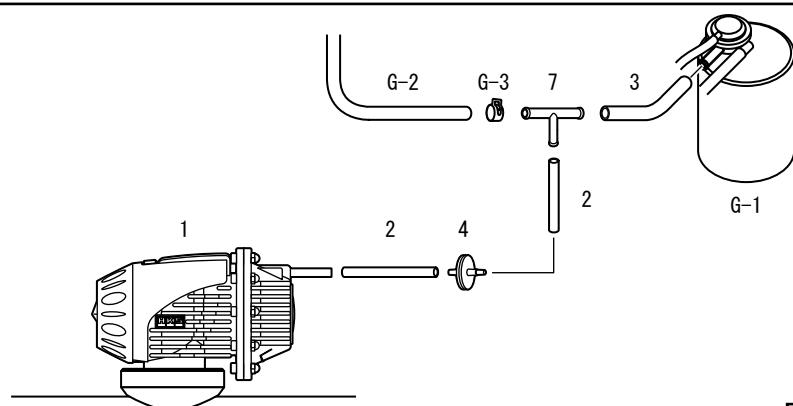
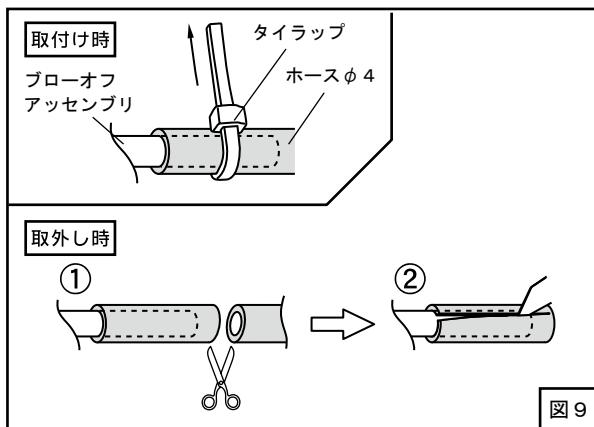

図 8
図 9
(6) キットパーツを使用してブローオフバルブ作動用の配管を行ってください。キットパーツのホース ϕ 6・ホース ϕ 4 は適当な長さに（ある程度余裕を持たせて）切って使用してください。 (図 8)
(図 8、図 9)
ブローオフアッセンブリを取り外す時など、ホース ϕ 4 をブローオフアッセンブリから抜く際は、タイラップを外した後、一度ホース ϕ 4 を切断し切り込みを入れてから取外してください。(図 9)